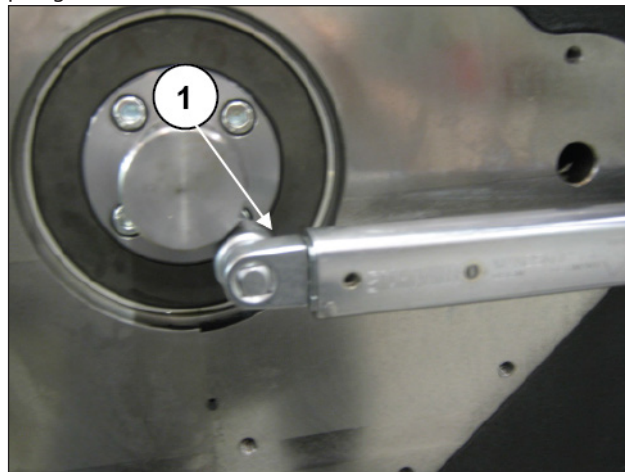

Fig. 123
Assemblare il codolo comando pompa olio all'albero a gomiti mediante le quattro viti M8 (pos. ①, Fig. 123) e serrare con chiave dinamometrica alla coppia serraggio indicata nel paragrafo 3.